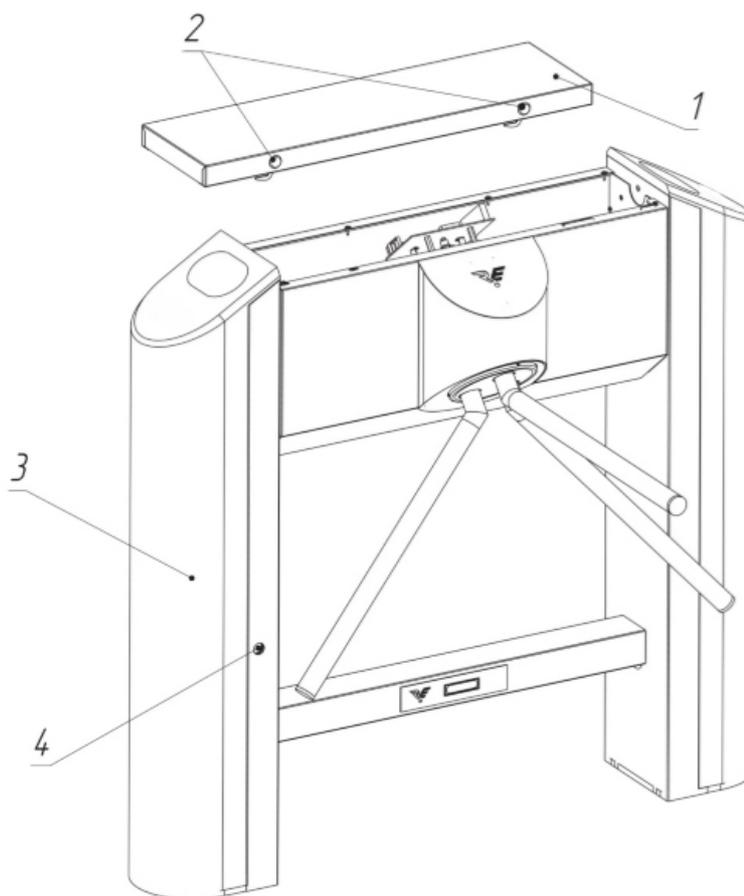
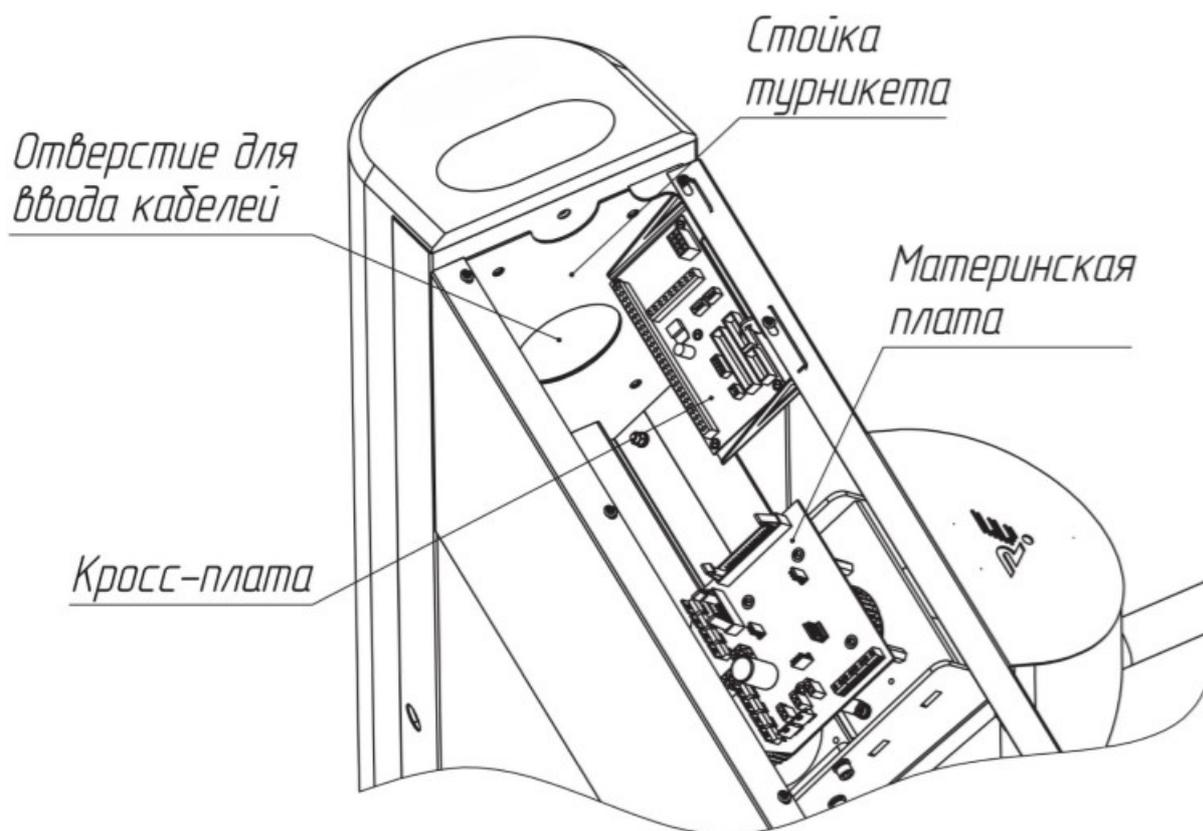
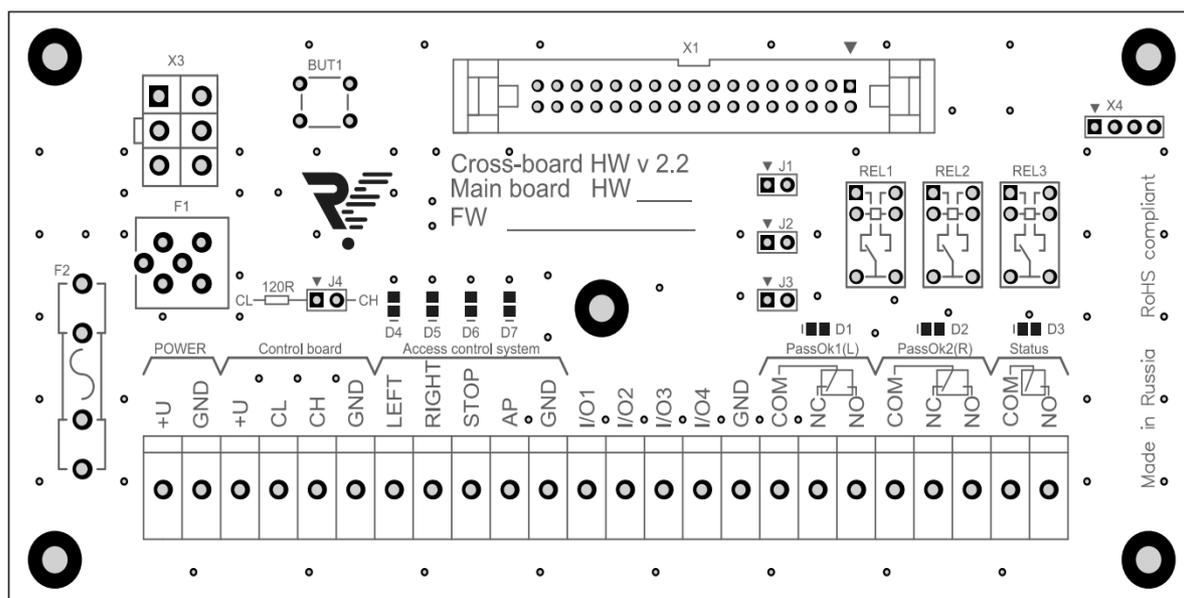
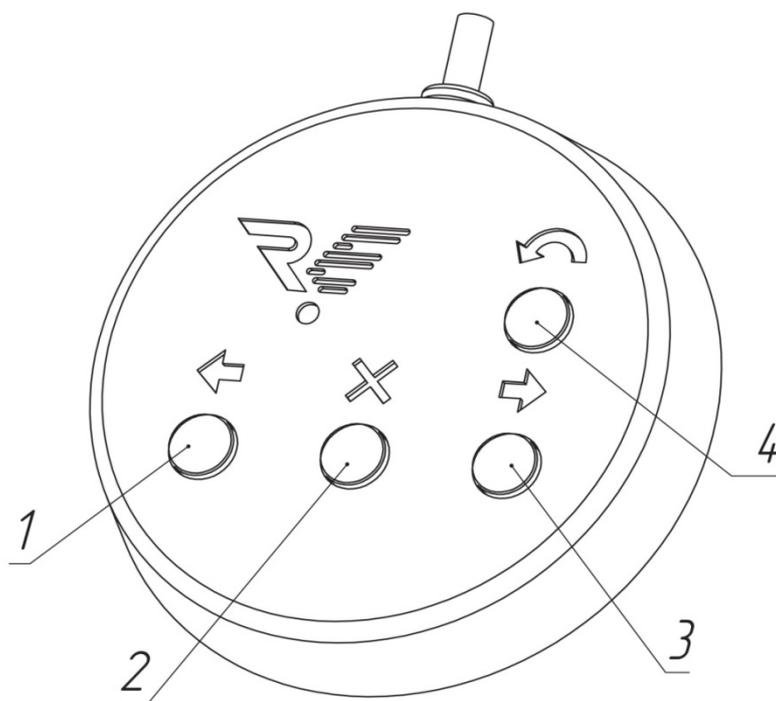

Рис. 8 Подготовка к установке турникета
Рис. 9 Расположение кросс-платы на стойке турникета
Рис. 10 Внешний вид кросс-платы
Рис. 11 Нумерация кнопок ПУ
4.2.7. Установите турникет на подготовленную площадку (рис. 5). Используя ключи, откройте замки (2, Рис. 8) и снимите верхнюю крышку (1, Рис. 8). Также, открыв замок стойки (4, Рис. 8), откройте дверцу стойки (3, Рис. 8).
Подключение БП, ПУ и СКУД осуществляется с помощью кросс-платы. Для этого необходимо снять крышку турникета(1, Рис. 8), используя ключи. На Рис. 9. показано расположение кросс-платы на стойке турникета.
На Рис. 10 показан внешний вид кросс-платы и расположение разъемов для подключения БП, ПУ, СКУД и ОПС.
Входы LEFT и RIGHT могут работать как в потенциальном, так и в импульсном режиме (срабатывание по факту замыкания на контакт GND). Импульсный режим установлен по умолчанию. Для перехода на потенциальный режим работы необходимо установить джампер J1 (Рис. 10). В данном случае режим прохода влево/вправо включается только на время подачи управляющего сигнала на входы LEFT/RIGHT. Режим свободного прохода можно устанавливать подачей управляющих сигналов на оба входа одновременно. Приоритет входов LEFT и RIGHT при переходе в импульсный режим остается неизменным.
Для использования данной схемы подключения турникета необходимо установить на кросс-плату джампер J2 (Рис. 10). При установленном джампере J2 турникет не реагирует на команды пульта, а лишь транслирует их состояние на контакты клеммных колодок I/O1...I/O4 (рис. 8), которые являются выходами с открытым коллектором. Назначение контактов представлено в таблице 6, нумерация кнопок пульта изображена на Рис. 11. Для данной группы контактов максимальный выходной ток не более 150 мА, допустимое напряжение не более 24 В.
| I/O1 | Состояние кнопки "Влево" (1, Рис. 11) |
| I/O2 | Состояние кнопки "Вправо" (3, Рис. 11) |
| I/O3 | Состояние кнопки "Стоп" (2, Рис. 11) |
| I/O4 | Состояние кнопки "Антипаника" (4, Рис. 11) |